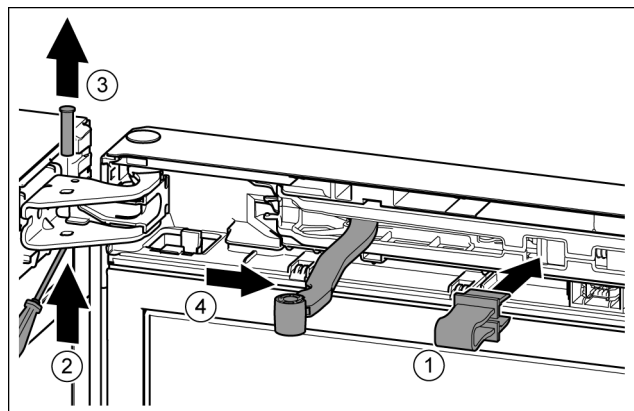

Fig. 10
- ▶ Fixați în poziție siguranța în deschizătură. Fig. 10 (1)
- ▶ Împingeți afară bolțul cu șurubelnița. Fig. 10 (2)
- ▶ Extrageți în sus bolțul. Fig. 10 (3)
- ▶ Rotiți articulația în direcția ușii. Fig. 10 (4)